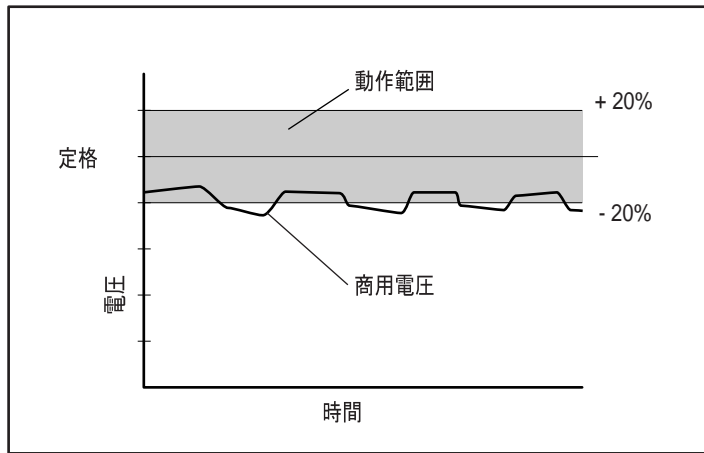

図4-5. 定格電圧範囲の変更が必要な場合を示す商用電圧の変動
- 商用電圧が、現在設定されている定格電圧と異なり、 $\pm 20\%$ の帯域内にある場合は（図4-5を参照）、測定した商用電圧範囲に合わせて定格電圧パラメータの選択を変更してみてください。